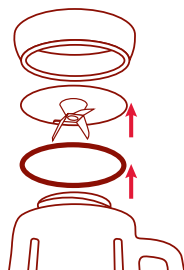

Figura 6
6. Dé vuelta el vaso de mezclar de arriba hacia abajo y desenrosque la base del vaso. Retire cuidadosamente la cuchilla de mezclar y el anillo de sellado de la cuchilla de mezclar. *Figura 6*